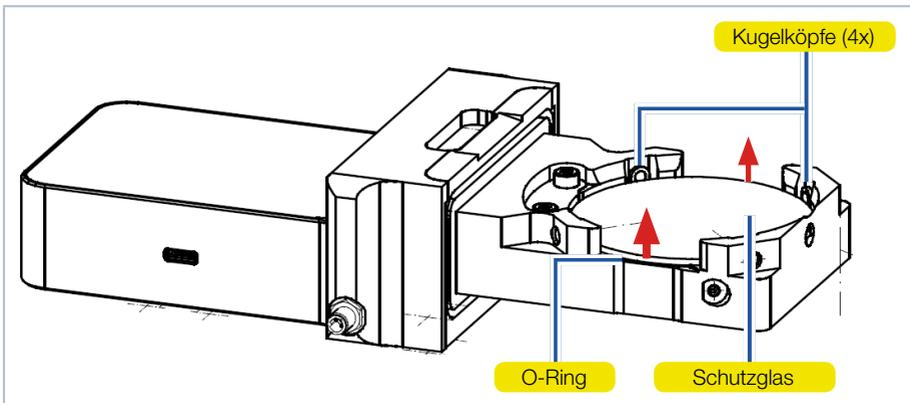

Abb. 10.1: Schutzglas wechseln
2. Legen Sie das Gerät gemäß der Abb. 10.1 auf Seite 50 ab.